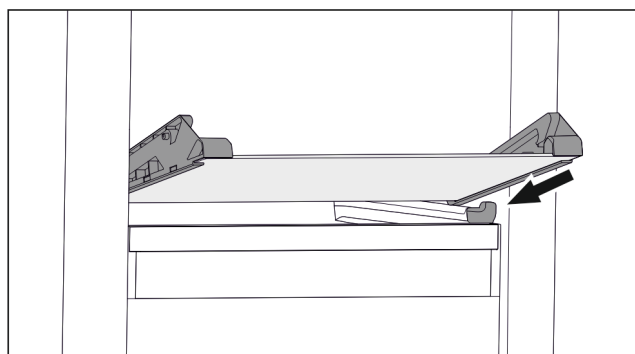

Fig. 73 Den nedklappelige skuffes glasplade
- Sæt glaspladen skråt bag stoppene. (se Fig. 73)